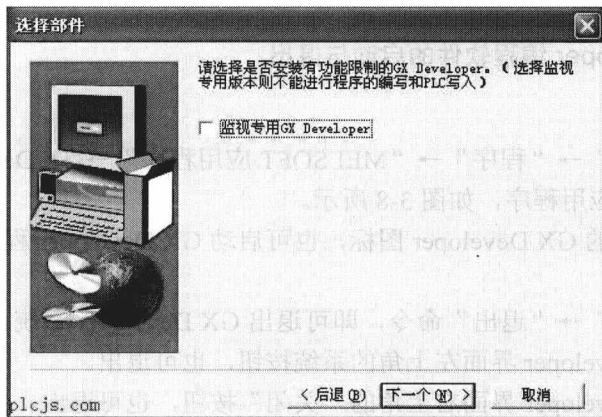

图 3-5 “选择部件”对话框
(5) 在接下来的安装过程中, 会出现如图 3-5 所示的“选择部件”对话框, 在这里千万注意不能选中这个复选框: 否则软件只能监视, 这个地方也是出现问题最多的地方。请大家注意: 往往默认安装是没有问题的。